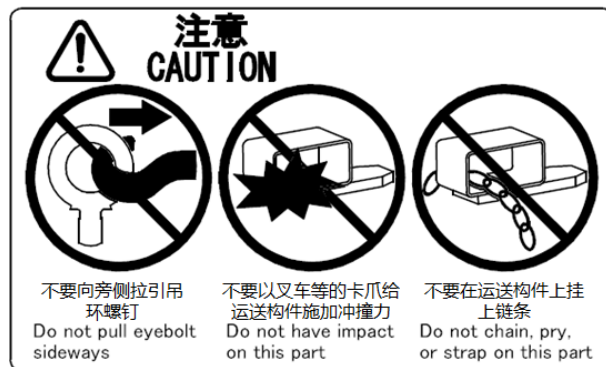

图 4-1 操作机在搬运过程中的注意事项
- 操作机搬运时需安装配套的搬运支架，如采用不正确的搬运方式可能造成操作机损坏，搬运时操作机姿态以本手册 **第 4.1 章** 的描述为准。操作机在搬运过程中应注意的事项请参见图 4-1。